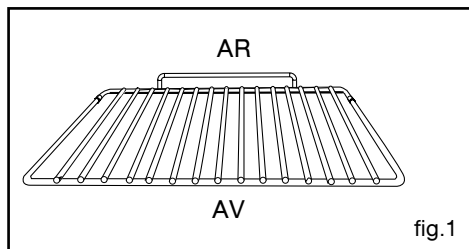

fig.1
• Grille sécurité anti-basculement *fig.1*